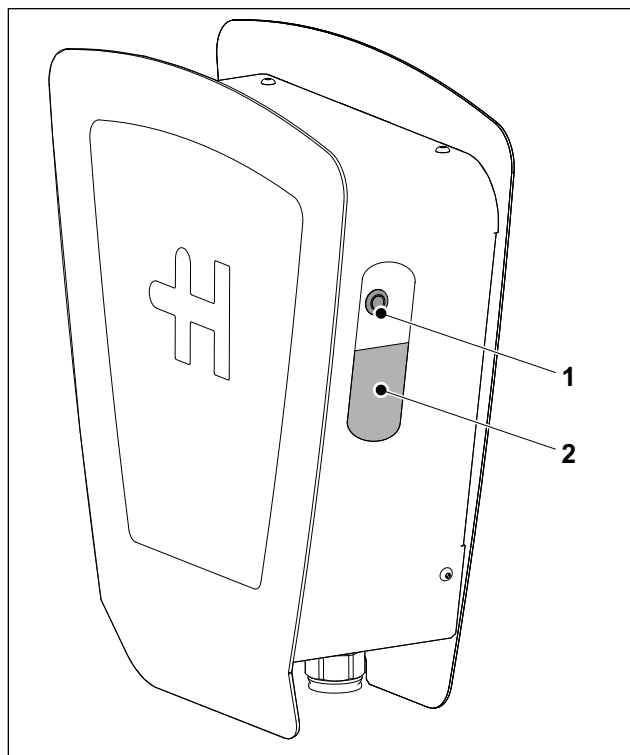

Abb. 1 Heidelberg Wallbox Home Eco
Der Ladevorgang lässt sich **nicht** mit dem Taster (Abb. 1/1) abbrechen. Es gibt drei Möglichkeiten den Ladevorgang abubrechen:
Falls nach dem Einstecken des Ladekabels oder dem Drücken der Taste (Abb. 1/1) keine Reaktion der Wallbox erfolgt, überprüfen Sie bitte die gebäudeseitige Spannungsversorgung (Leitungssicherungen, FI-Schutzschalter).
- Zum Rücksetzen der Fehlerstrom-Schutzeinrichtung drücken Sie die Taste (Abb. 1/1) länger als 3 Sekunden. Die LED flackert grün.